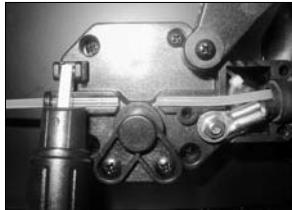

Figura 6
- Vuelva a colocar la tapa del cable del soplete sobre la placa de conducción, asegurándose de que el forro del alambre esté alineado con la bobina, pero sin tocarla (vea la figura 6). Nota: Corte el forro del largo que sea necesario.
- Quite dos tornillos para retirar la tapa del cable (vea la figura 6).